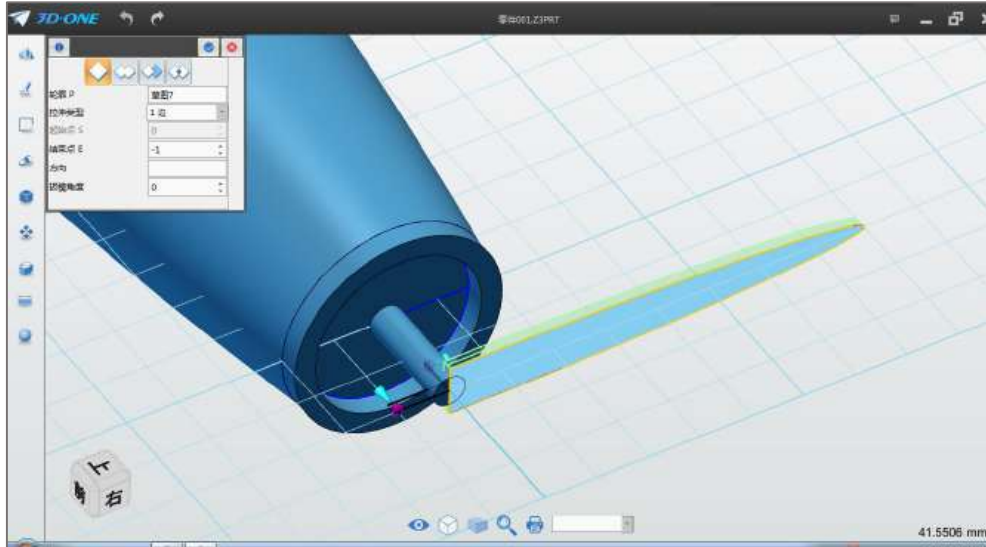

图 2-11
Step 11 点击拉伸命令，布尔运算设为基体，拉伸类型设为 1 边，结束点设为-1，如下图 2-11 所示：